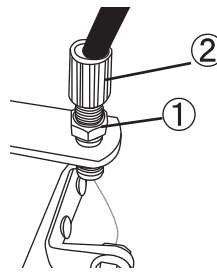

図 2
⑤と車輪のすき間が約 3mm 位になるように調整してください。
●ブレーキをきつくしたいときや、反対にゆるくしたいときには①を図 2 を参考にプレートから少し浮く位置に回し、②を回して調整し、調整が終われば図 3 の位置に①を戻してください。